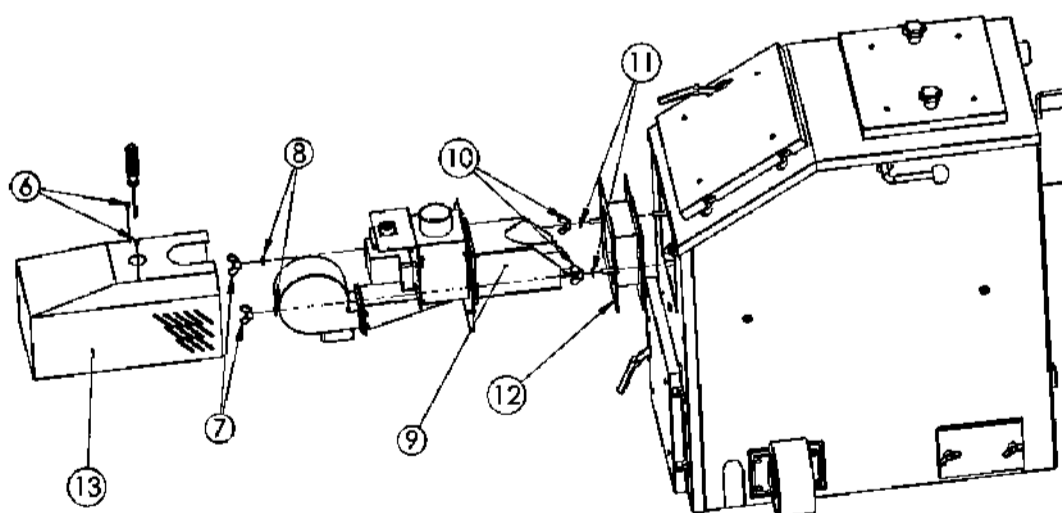
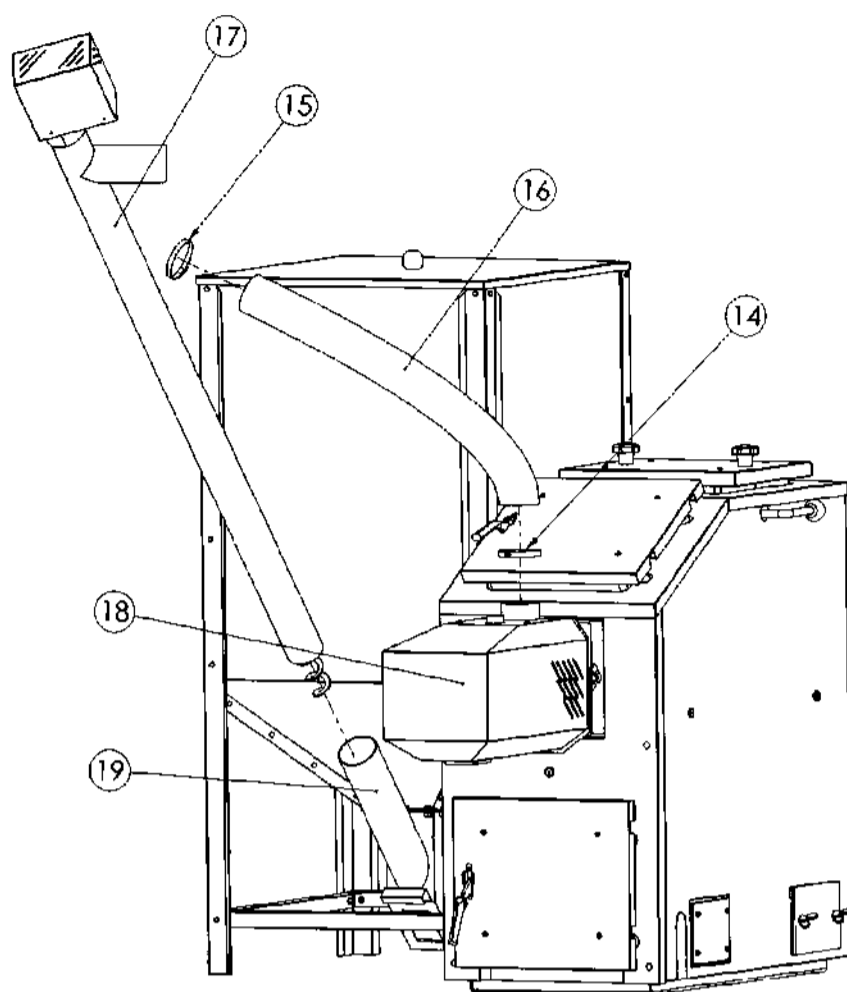

Рис. 13 Монтаж горелки Платинум Био.
Рис. 14 Монтаж бункера.
2. Снять корпус горелки (5), открутить два барашка (2) и вынуть два винта (4) с двумя подкладками (3).
3. Установить горелку (9) в адаптере (12), привинчивая ее двумя барашками (10) с подкладками (11) (рис. 13). Адаптер (12) с горелки (9) прикрепить в котле двумя барашками (7) с подкладками (8).
4. Установить корпус горелки (13) фиксируя его винтами (6)
5. Поместить трубу подачи (17) в фиксирующую трубу (19) (рис. 14.).
6. Установить эластичный шланг (16) на трубу подачи (17) и защитить зажимной повязкой (15).
7. Установить эластичный шланг (16) на трубу горелки (18) и защитить зажимной повязкой (14).